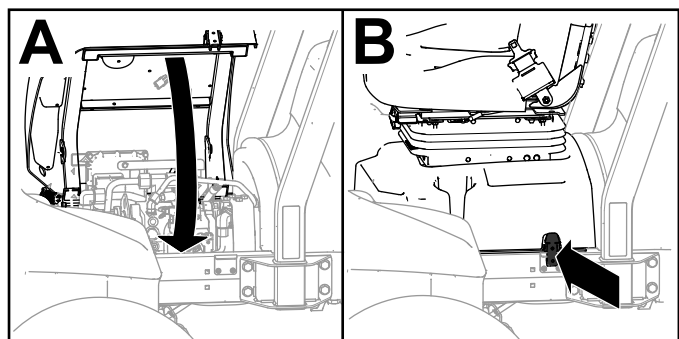

Figure 136
4. Baissez le siège et sa base et verrouillez la base (Figure 136).